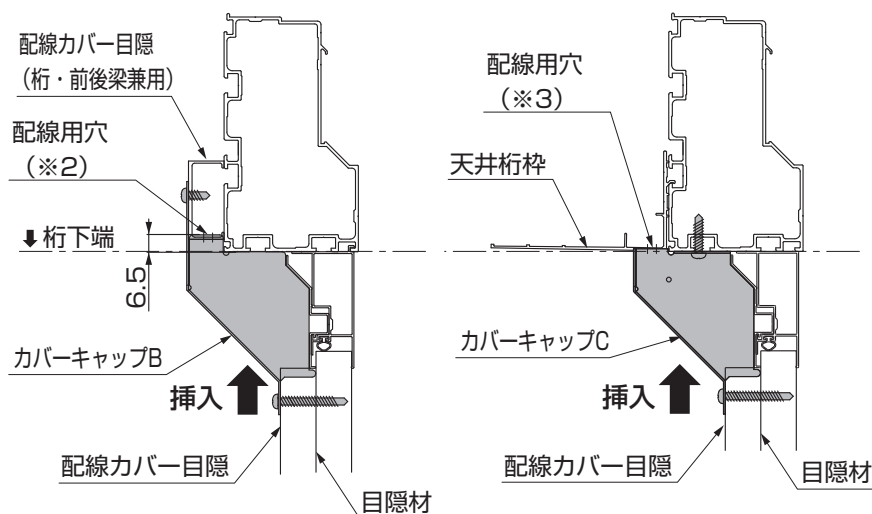

図3-5 天井なしの場合
- 天井ありの場合はカバーキャップCを、天井なしの場合はカバーキャップBを取付けてください。(図3-5、図3-6参照)
- ①配線カバー目隠を適当な高さ寸法に切断してください。
- ②配線カバー目隠の上下にφ4.5の下穴をあけてください。
- ③天井なしの場合は、カバーキャップBを【49-2】で配線カバー目隠(桁・前後梁兼用)に、天井ありの場合は、カバーキャップCを【49-2】で桁の下面にφ3.5の下穴(写し穴)をあけて取付けてください。
- ④配線カバー目隠を、カバーキャップの下側に挿入して【49-1】で取付けてください。
- ⑤配線カバー端部金具を【49-1】で取付けてください。